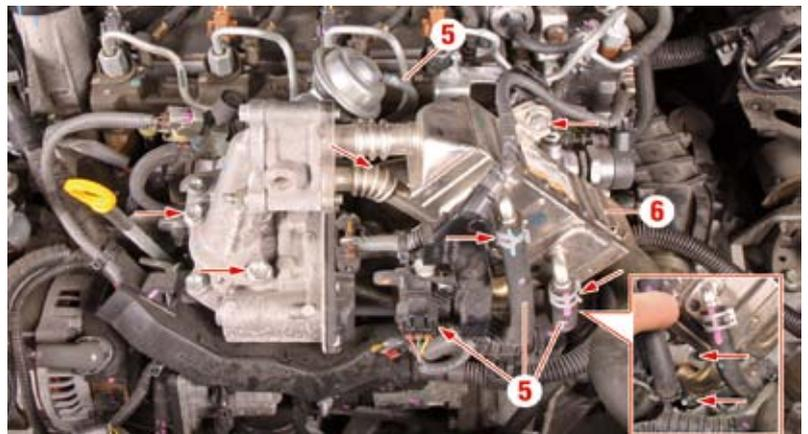

Fig. 31
- Scollegare i manicotti **(5)** (Fig. 31).